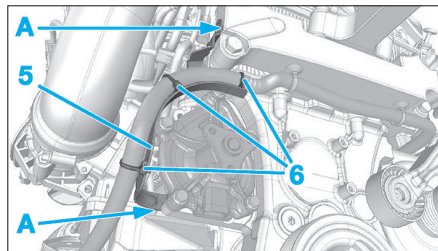

Fig. 49
- Dégrafer le support faisceau (5) en (A) (Fig.49).